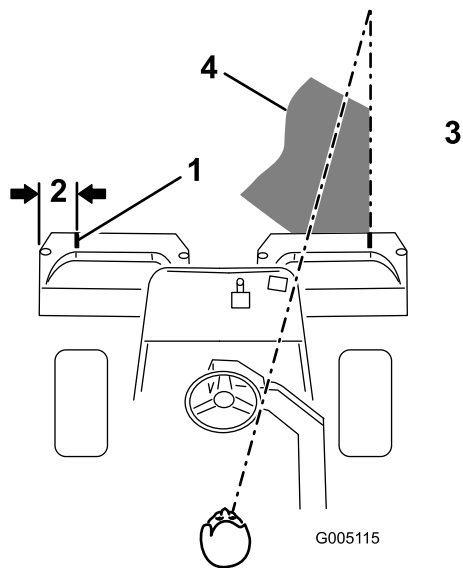
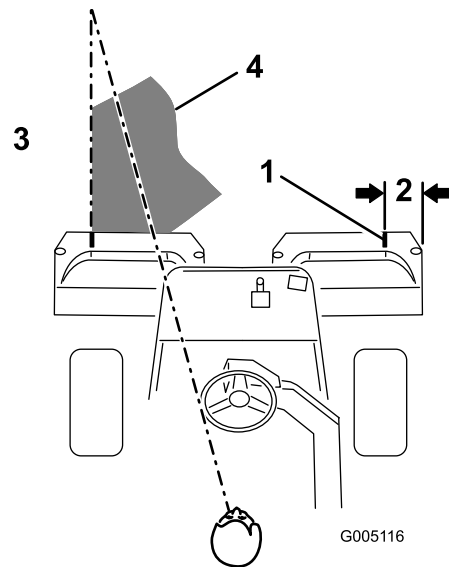

Figura 42
Figura 43
ciascun cestello, parallela al bordo esterno del cestello stesso (Figura 42).
3. Durante le passate di ritorno sovrapponetevi uno spazio minimo alla falciatura precedente. Per tosare in linea retta il green e mantenere la macchina alla medesima distanza dal bordo della falciatura precedente, immaginate una linea da 1,8-3 m circa davanti alla macchina fino al bordo della sezione di green da tosare (Figura 42 e Figura 43). Potrebbe essere utile includere nella linea di collimazione il bordo esterno del volante, vale a dire, tenere allineato il bordo del volante con un punto che si trovi sempre alla stessa distanza dalla parte anteriore della macchina (Figura 42 e Figura 43).